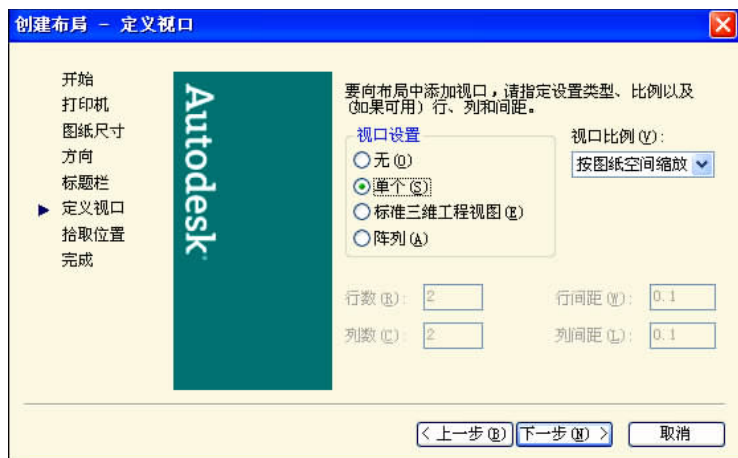

图 13.15 “定义视口”窗口
(6) 选择标题栏后,单击 **下一步(N) >** 按钮,进入“定义视口”窗口,如图 13.15 所示。选择需要的视图数,可选择“无”、“单个”、“标准三维工程视图(即主视图、俯视图和左视图)”及“阵列”。当图形是二维图形时,选择“单个视图”即可;当图形是三维图形时,可选择“标准三维工程视图”。